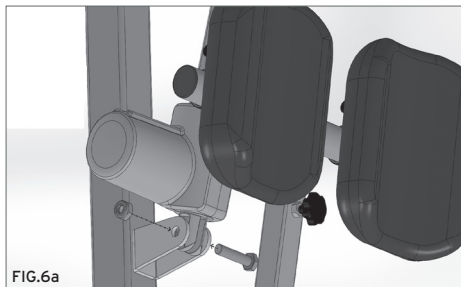

FIG.6a
1. Retire os dois parafusos do braço e da coluna para a fixação do atuador. Insira o atuador e bloqueie-o com os dois parafusos retirados anteriormente. (Fig.6a-6b)